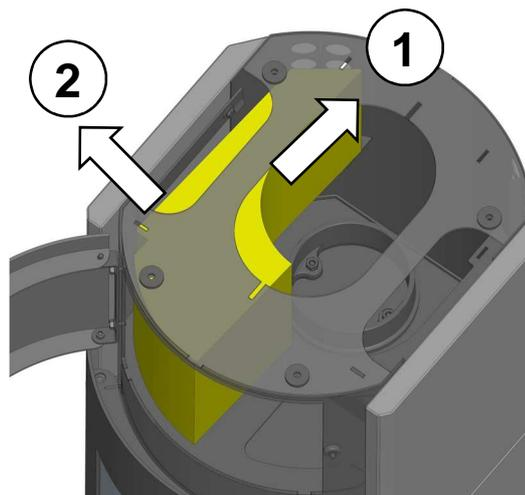

Abb. 10: Speicherstein positionieren
5. Den eingebrachten Speicherstein ganz nach hinten schieben (Abb. 10 Pos.1). Danach den Speicherstein im vorderen Bereich nach außen schieben (Abb. 10 Pos.2).